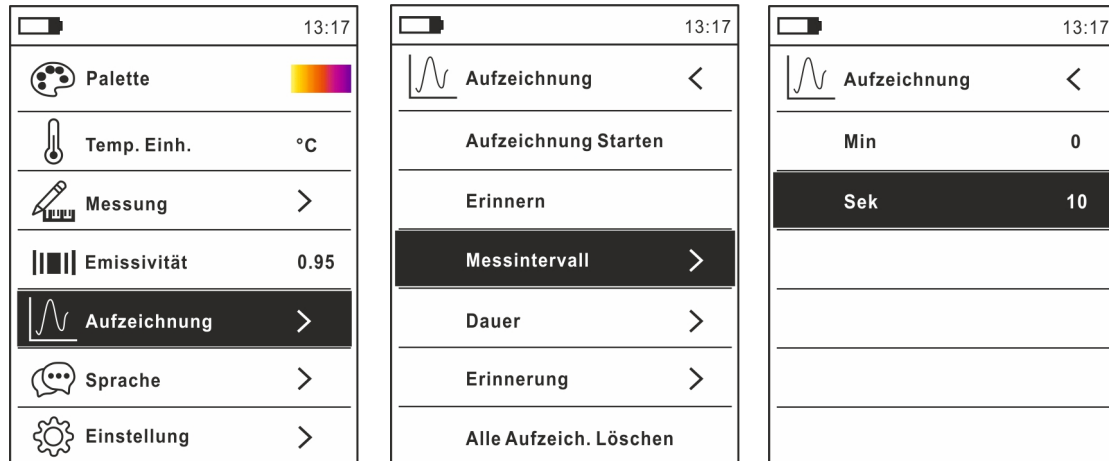

Abb. 35: Data Logger Funktion – Einstellung des Messintervalls
2. Drücken Sie die Taste **MENU** , wählen Sie den Eintrag "Aufzeichnung" und drücken sie die Taste . Die Bildschirmseite in Abb. 35 – linke Seite erscheint im Display.
3. Wählen Sie den Eintrag "Messintervall" (siehe Abb. 35 – Mitte) und drücken Sie die Taste  zur Einstellung des Abtastintervalls der Aufzeichnung. Die Bildschirmseite in Abb. 35 – rechte Seite erscheint im Display.